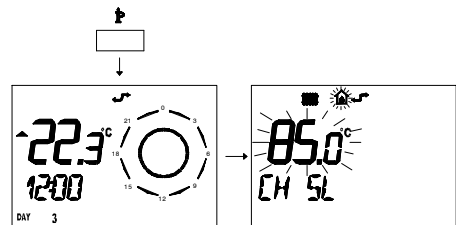

fig. 5.42
- 1 Premere per più di 3 secondi il pulsante  per entrare in modalità *INFO*. (fig. 5.42)